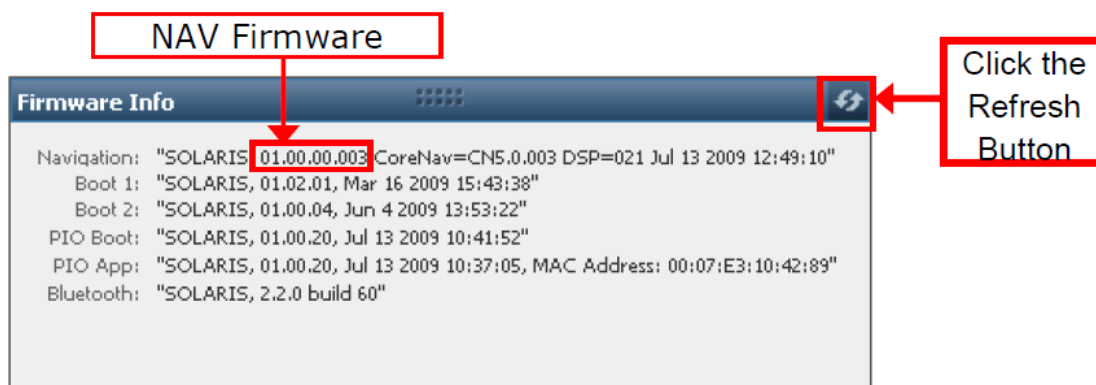

Figura 8: Exemplo de Firmware Instalado
18. Clique no botão Refresh  na janela *Firmware Info* para visualizar os dados de saída atuais (Ver Figura 8).